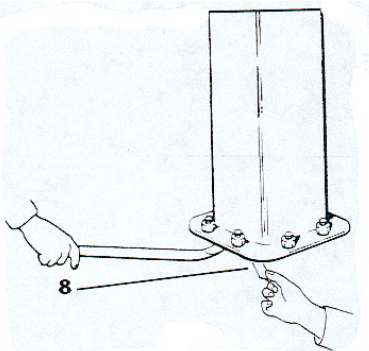

Fig.29
- d. la verticalité parfaite peut s'obtenir en insérant des cales de niveau **8** (non fournies) sous la semelle de la potence, si nécessaire (fig. 29).